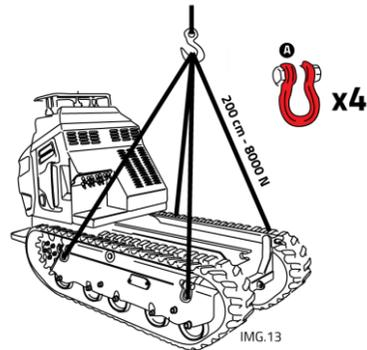

fig. 22 – Punti di sollevamento
- Fissare i ganci di sollevamento esclusivamente ai punti di ancoraggio che sono stati prescritti dal costruttore (fig. 22);